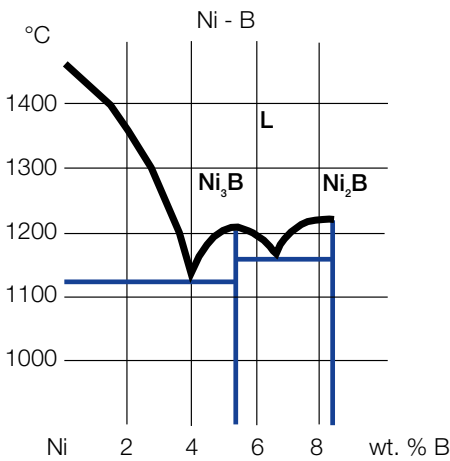

图 2a Ni-B 相图
硅 (Si) 和硼 (B) 是自熔性合金的重要合金元素。这两个元素对合金的液相线有很大的影响。纯镍 (Ni) 的熔点是 1455°C，通过提高 Si 和 B 的含量，合金的液相线可降至 1000°C 以下。熔融温度范围由固相线和液相线决定 (图 2a/2b)。自熔性合金熔点低，可以涂覆在基材的表面而不会熔融基材。合金中通常含有铬 (Cr)、铁 (Fe) 和碳 (C)，有时也会加入钼 (Mo)、钨 (W) 和铜 (Cu)。